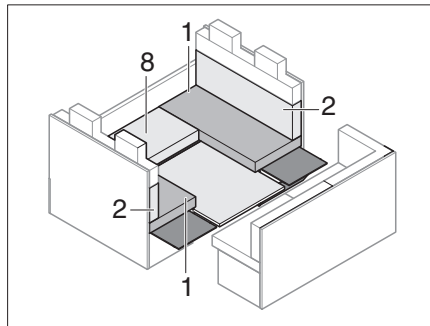

Bild 203 Während des Umbaus
- Sitzpolster (Bild 203,8) und den Unterbau entfernen.